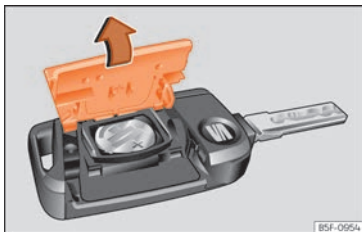

Abb. 122 Fahrzeugschlüssel: Deckel des Batteriefachs öffnen.
- Abdeckung auf der Rückseite des Fahrzeugschlüssels »» **Abb. 122** in Pfeilrichtung abnehmen »» ⚠.
- Abdeckung wie gezeigt ansetzen »» **Abb. 122** und entgegen der Pfeilrichtung auf das Fahrzeugschlüsselgehäuse drücken, bis sie einrastet.